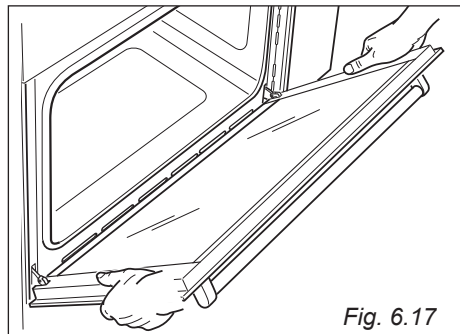

Fig. 6.17
- Impugnare la porta come illustrato in fig. 6.17.